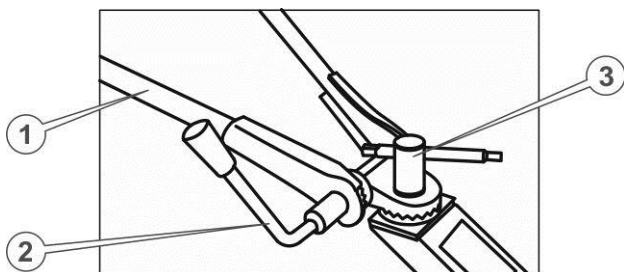

Рисунок 4.1. Елементи регулювання керма
3. Звільнити кермо від пакувальної плівки. Відкрутити затискну гайку з важелем і витягнути стяжний болт. Встановити кермо на рульову стійку центрального вузла, потрапляючи зубцями в зубці (див. рисунок 4.1.), вставити стяжний болт таким чином, щоб його головка зайшла в шестигранне поглиблення у вушку керма (ліворуч у напрямку руху мотоблока), опустити рукоятки керма в нижнє положення і затягнути затискну гайку з важелем.
22. У разі необхідності – відрегулювати положення притискного ролика таким чином, щоб за умови відпущеного зчеплення ремені вільно провисали, але не спадали зі шківів. Якщо зчеплення затиснуте, повинен забезпечуватися щільний, без прослизання, контакт ременів зі шківами, при цьому відстань між нижньою та верхньою гілками ременів повинна становити 60-65 мм (див. розмір «А» на рисунок 4.1.).